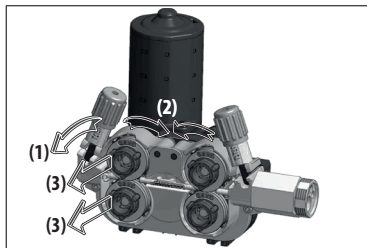

Рисунок 9 : Демонтаж роликов механизма подачи проволоки
- Для замены роликов механизма подачи проволоки потяните на себя винт регулировки прижима (1), поднимите крышку верхнего ролика (2) и выньте установленные ролики (3). (Рисунок 9)